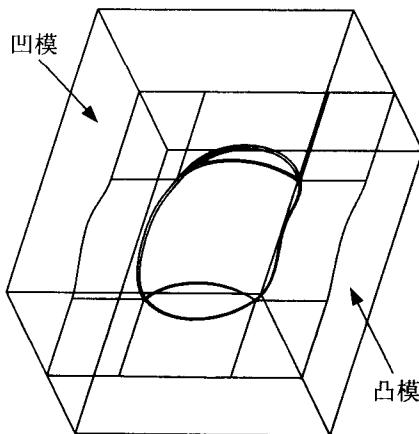

图 1.4
5. 以 MOLD / Mold Comp(模具/模具组件)(为 Mold Component 的缩写)将型芯体积、砂芯体积、滑块体积、斜顶体积等转换为凸模、凹模、砂芯、滑块、斜顶等组件, 如图 1.4 所示。